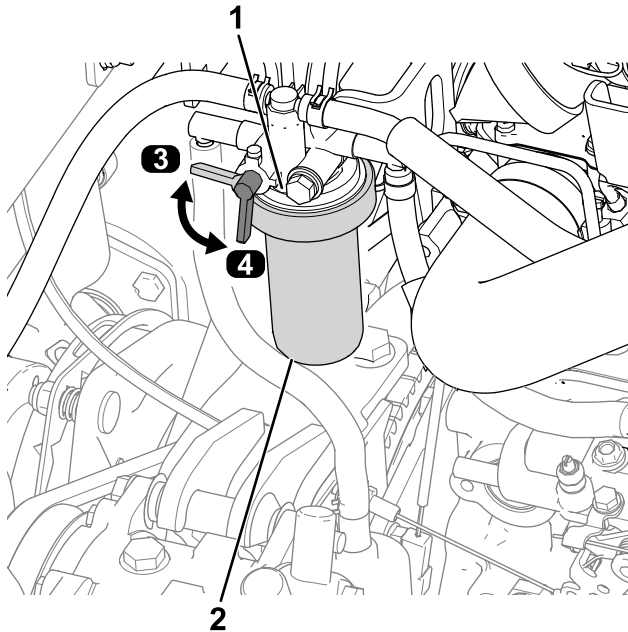

Figura 60
1. Gire la palanca de la válvula de combustible a la posición de CERRADO (Figura 60).
2. Limpie la zona alrededor de la cabeza del filtro de combustible (Figura 60).
3. Retire el filtro y limpie la superficie de montaje de la cabeza del filtro (Figura 60).
6. Gire la palanca de la válvula de combustible a la posición de ABIERTO (Figura 60).